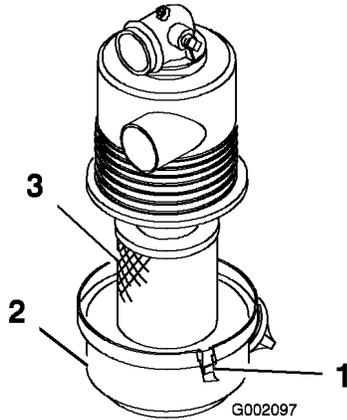

Figure 33
couvercle du corps Nettoyez l'intérieur du couvercle du filtre à air (Figure 33).
- Sortez l'élément filtrant du corps du filtre délicatement pour ne pas déloger trop de poussière (Figure 33). Évitez de cogner l'élément contre les parois du filtre.